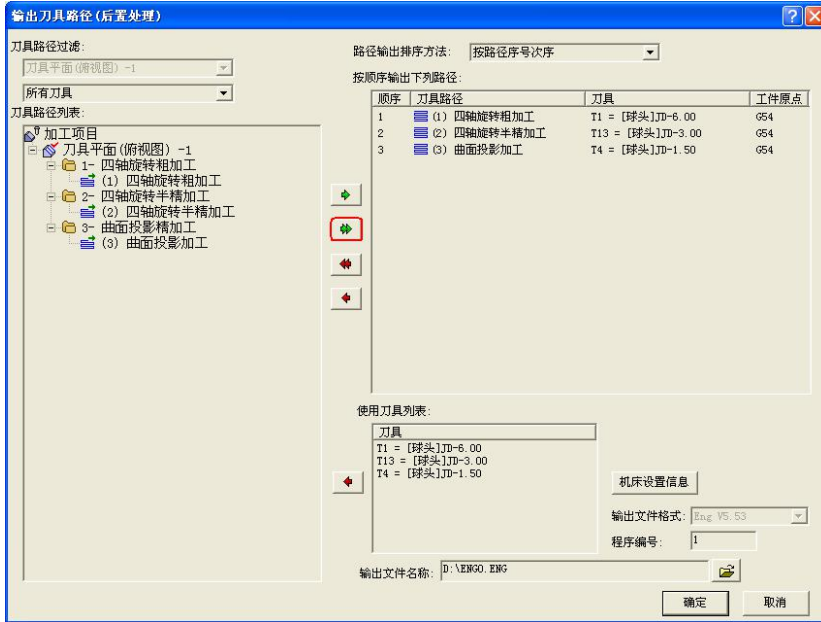

图 7-53 路径输出设置
- 1、由于前面已经对机床进行了正确配置和输出设置，在这里只要按顺序选取输出的加工路径，设置文件放置位置和文件名称就可以了。如下图 7-53 所示：